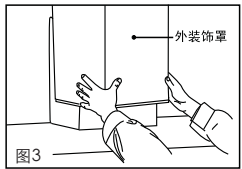

图3
- 2) 拧下外装饰罩后方4个锁紧螺钉，取下外装饰罩，如图 3；